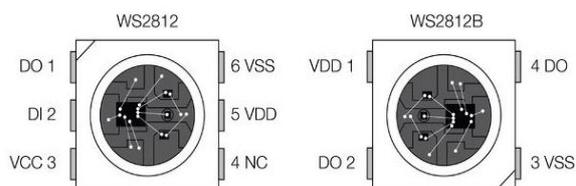

Рисунок 2 – Светодиоды со встроенным ШИМ
Существуют многоцветные светодиоды с пиксельной адресацией, объединенные в ленты. Внутри пикселя расположены 3 светодиода (RGB) и контроллер управления (драйвер) (рисунок 2) [1]. Передача управляющих сигналов осуществляется по 1-проводному последовательному интерфейсу. Контроллер дисплея формирует посылку, состоящую из
Светодиод имеет один цифровой вход – DIN, на который подается последовательность импульсов, представляющих из себя закодированные биты информации. Цифровой выход светодиода (DO) соединяется со входом DIN следующего светодиода (рисунок 2) [1]. Таким образом все светодиоды последовательно соединяются в одну ленту. Каждый светодиод должен получить 24 бита (по 8 бит на каждый цвет: красный R, зеленый G и синий B) информации. После получения данных светодиод загорается и сохраняет свое состояние, пока не получит новую битовую последовательность.